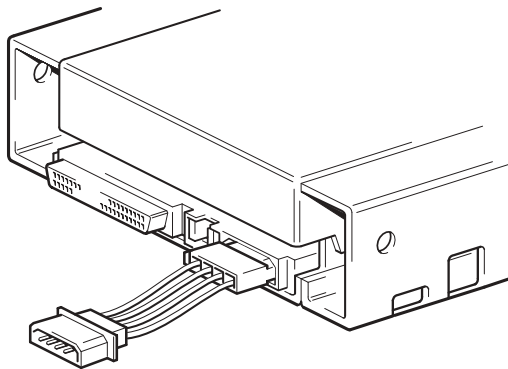

ABBILDUNG 10. Netzanschluss auf dem internen Bandlaufwerk
1. Schließen Sie ein extra 4-Pin-Netzkabel vom internen Netzteil des Computers an den Netzanschluss auf der Rückseite des internen Bandlaufwerkes an. Abbildung 10 auf Seite 33 zeigt die Position des Netzanschlusses auf dem internen Bandlaufwerk.